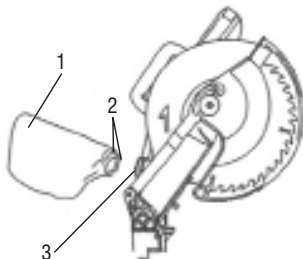

Fig. 7 - Instalação do coletor de pó
- 1 - Abra o bocal do coletor de pó (2), Fig. 7;
- 2 - Posicione o coletor de pó na saída da máquina (3);